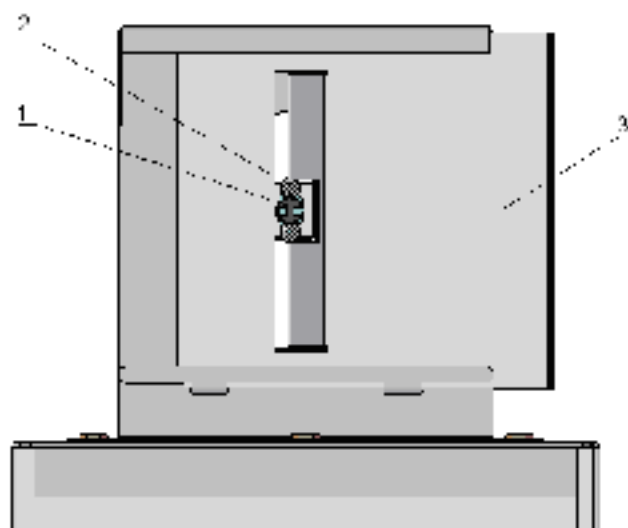
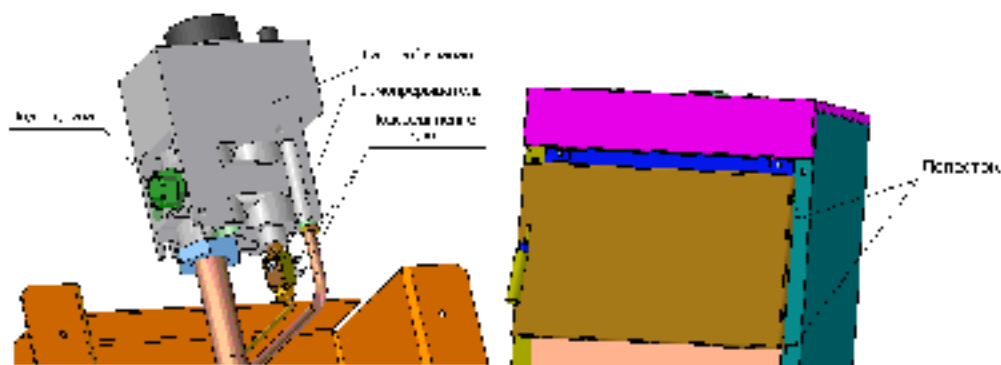

Рис. 16 Дымоход котлов КС-ТТ/ТТВ-12/16...; КС-ТТ/ТТВ-16/20...
Рис. 18 Места подсоединений
7.4 На дымоход котла необходимо установить термостат (датчик тяги из комплекта УГт) табл. 2 и рис. 16, 17.
На разъёмы термопрерывателя (рис. 18) подсоединить провода из комплекта УГТ (табл.2). Провода завести под лепестки (рис. 18) на правой боковине котла, провести через прорезы под крышку котла (крышку предварительно снять), вывести на заднюю стенку и подсоединить на выводы термостата (датчика тяги) рис. 16, 17.